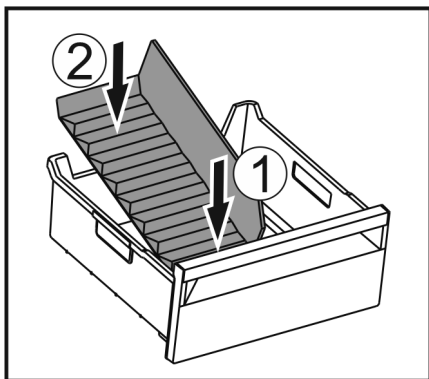

Fig. 79
- Sett inn den fremre delen av isrom-deleren. Fig. 79 (1)
- Senk den bakre delen av isrom-deleren til bunnen av skuffen. Fig. 79 (2)